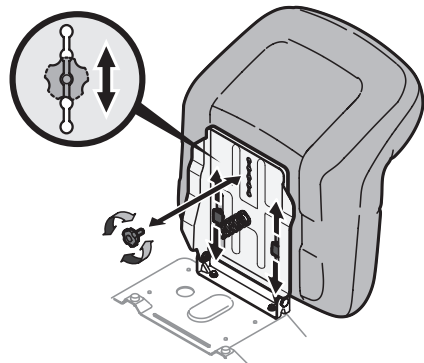

Figure 10
1. Pour régler la position du siège, desserrer le bouton/boulon de réglage sur la partie inférieure du siège. Faites glisser le siège vers l'avant ou vers l'arrière comme désiré. Resserrez le bouton/boulon de réglage (Figure 10).